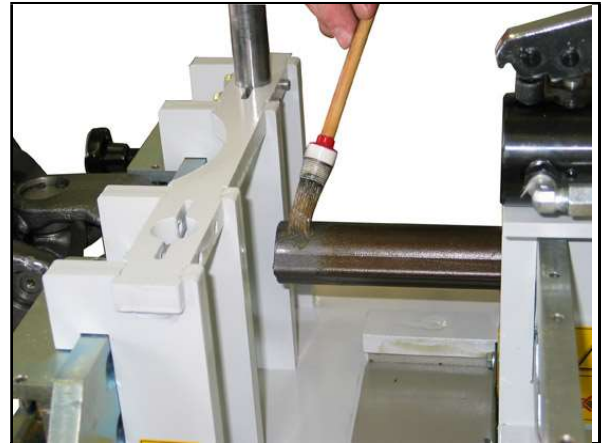

Fig. 23
3. Graissez le bout du tube profilé (Fig. 23).
4. Déplacez le tube profilé (1) à la main en direction de la mâchoire à gorge (2) de façon que le tube profilé soit bien pris dans celle-ci.
7. Déplacez la coulisse de montage (3) vers l'avant
- jusqu'à ce que les alésages (4) et (5) du tube profilé (1) et de la mâchoire à gorge (2) s'alignent,
- jusqu'à ce que le tube profilé (1) soit à bord jusqu'à la fixation de la mâchoire à gorge.
10. Desserrez les vis des leviers de serrage (6).
11. Tournez la tige filetée jusqu'à ce que les paliers-supports (7) et les leviers de serrage (8) libèrent la mâchoire à gorge (2).